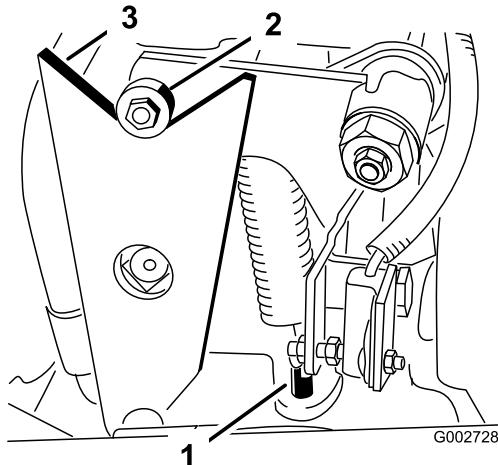

Bild 42
- Wenn sich die Räder in der richtigen Richtung bewegen, stellen Sie den Motor ab und stellen Sie die Sicherungsmutter des federeinstellenden Stifts ein (Bild 42). Stellen Sie das Getriebe für den Leerlauf ein, siehe „Einstellen der Leerlaufstellung für den Fahrantrieb“.